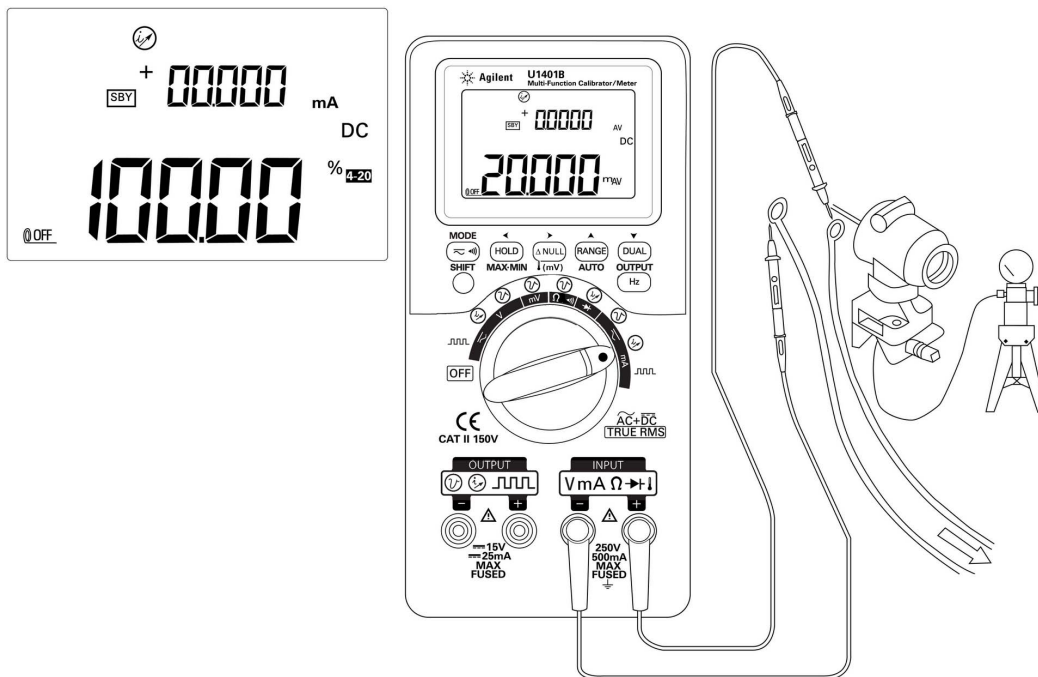

Abbildung 3-3 DC-mA-Strommessungen
- 4 Testen Sie die Testpunkte hintereinander innerhalb des Schaltkreises und lesen Sie die Anzeige (siehe Abbildung 3-3).
- 5 Testen Sie die Testpunkte hintereinander innerhalb des Schaltkreises und lesen Sie die Anzeige. Die eingefügte Anzeige in Abbildung 3-3 zeigt den Prozentwert, der 20 mA im Bereich von 4 mA bis 20 mA darstellt.